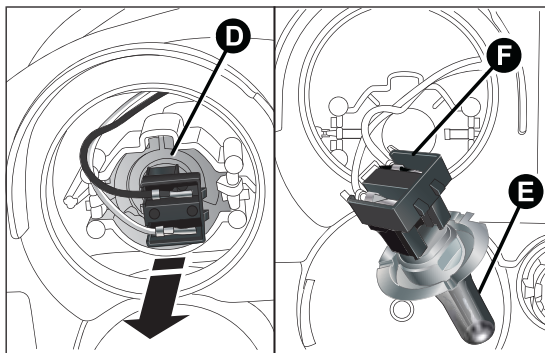

fig. 163
- ☐ rimuovere il gruppo connettore + portalampada D fig. 163 sfilandolo verso l'esterno;